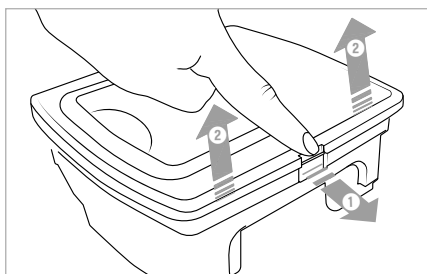

Afb. 7
- 1) Verwijder de afdekking 15 van het stofreservoir 14 en trek het aan het hengsel uit het apparaat (zie afb. 7 en 8).